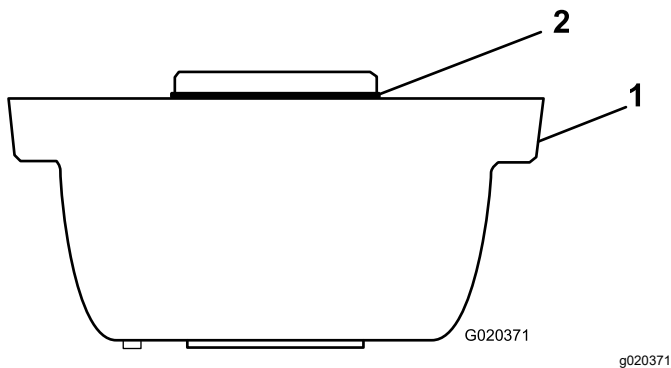

Bild 3
1. Stellen Sie sicher, dass der O-Ring auf das Rollenbürstengehäuse aufgelegt ist (Bild 3).